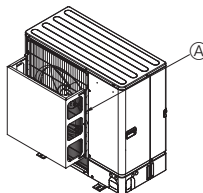

Fig. 2-5
- ② Ha olyan helyre szereli az egységet, ahol tájfűny vagy egyéb ok miatt erős szél fújhatna be a levegőkiáramló nyílásba, szereljen fel külön kapható légtérrelőt. (Fig. 2-5)